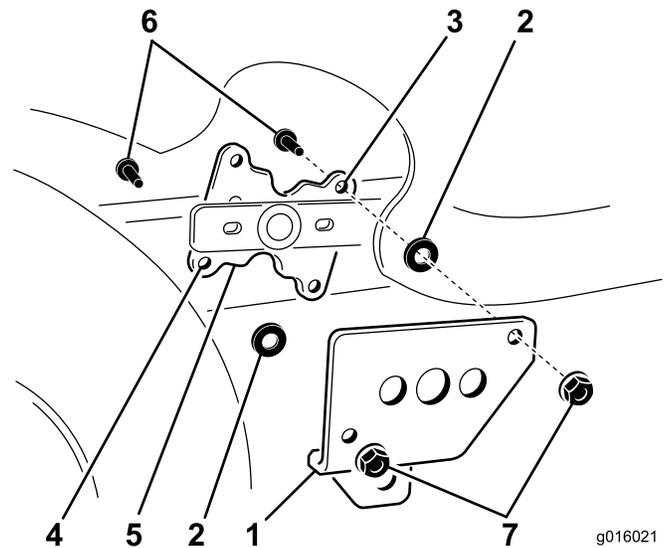

Figure 4
5. Placez deux entretoises sur les trous supérieur et inférieur de la face du levier de relevage et le support de relevage au pied décentré sur le bras du levier de relevage assemblé (Figure 4). Insérez deux boulons (5/16 x 1-1/4 pouces) dans les trous du support de relevage, les entretoises et la face du levier de relevage. Fixez l'ensemble avec les deux contre-écrous (5/16 pouce).